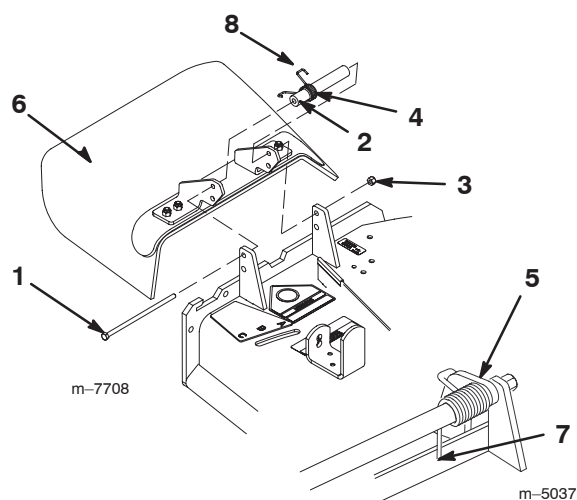

Figure 65
- Retirez le contre-écrou, le boulon, le ressort et l'entretoise qui fixent le déflecteur aux supports de pivot (Fig. 65).
- Accrochez l'extrémité crochue du ressort au déflecteur d'herbe (Fig. 65).